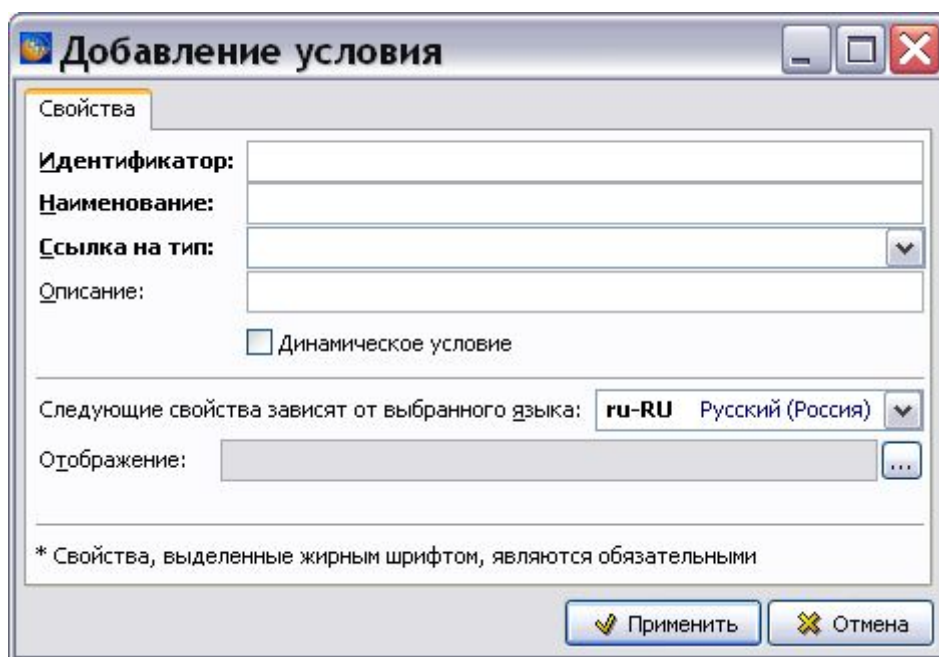

Рис. 2.143
2. Для создания условия нажмите на кнопку **Добавить условие**  или в контекстном меню окна выберите команду **Добавить условие**. При этом появится диалоговое окно **Добавление условия** (Рис. 2.143).